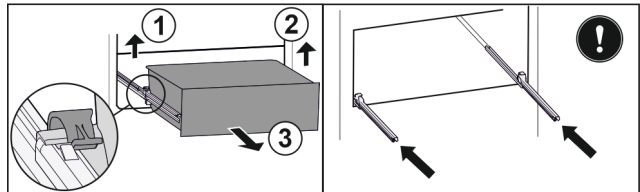

Fig. 142
- ▶ Soulever la bride gauche et tirer dans le même temps la partie gauche du tiroir vers l'avant. Fig. 142 (1)
- ▶ Soulever la bride droite et tirer dans le même temps la partie droite du tiroir vers l'avant. Fig. 142 (2)
- ▶ Retirer le tiroir par l'avant. Fig. 142 (3)